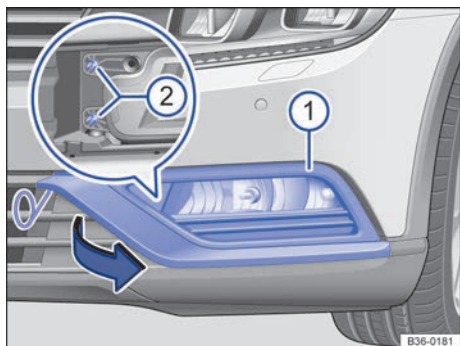

Fig. 232 En el lado izquierdo del paragolpes delantero: faro para la luz antiniebla y la luz diurna.
- 2 Introduzca el gancho de alambre de las herramientas de a bordo → pág. 284 en el rebaje tal y como se muestra y tire de la cubierta → fig. 232 ① hacia delante, en el sentido de la flecha, con el gancho.
- 3 Desatornille los tornillos de fijación del faro → fig. 232 ② con el destornillador.
- 12 Enrosque los tornillos de fijación del faro → fig. 232 ②.
- 13 Vuelva a colocar la cubierta → fig. 232 ① en el paragolpes y encástrela.